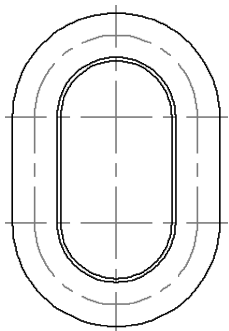

图 14-5 绘制直线
(5) 绘制直线。单击“默认”选项卡“绘图”面板中的“直线”按钮，分别绘制与两圆相切的直线，并将半径为 22 的圆弧和其切线设置为“中心线层”，结果如图 14-5 所示。